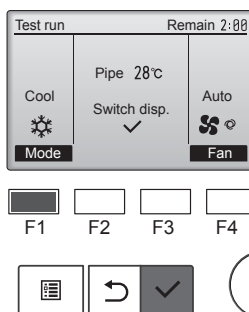

Fig. 7-3
- 1 Tryk på knappen [F1] for at ændre driftstilstand. (Fig. 7-3)